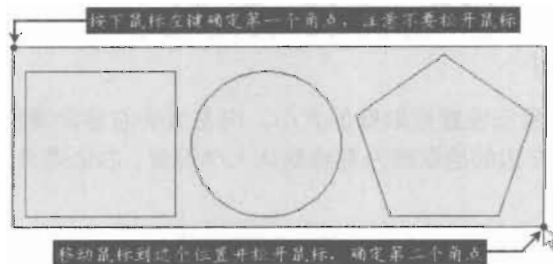

图 4-18
(3) 按住并拖动：该选项被勾选后，按住鼠标左键（不要松开）确定一个角点并移动鼠标到与之相对应的另一个角点，然后松开鼠标，就在这两个对角点之间建立了一个窗口，如图 4-18 所示。